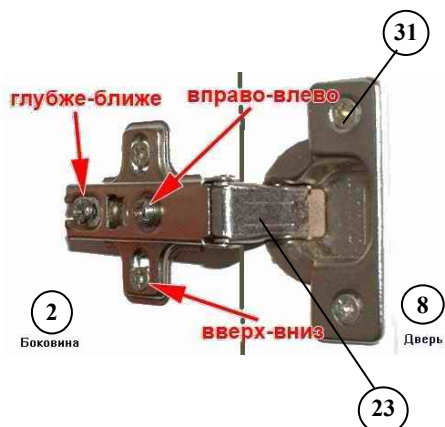

Рис.3 Крепление и регулировка распашного фасада
1. Прикрепить к боковинам (1, 2) подпятники (16) гвоздями на расстоянии 30-40 мм от края щита.
2. Собрать корпус шкафа по рисунку 1 при помощи винтов-конфирматов (15).
3. Соединить две задние стенки (11) и (13) профилем (12). При креплении задних стенок выверить прямоугольность корпуса шкафа (равные диагонали). Закрепить задние стенки (11 и 13) к корпусу шкафа согласно рисунку 2.
5. Установить в засверленные гнезда на внутренней поверхности дверей (8,10) накладные петли (20) и ответную планку петли на боковую стенку по разметке и закрепить их саморезами 4x16.
- Установить и отрегулировать двери при помощи регулировочных винтов (рисунок 3).
6. Вставить полкодержатели (17) в отверстия на боковине левой (1) и перегородке (3).
7. Прикрепить к боковине правой (2) и перегородке (3) штангодержатели овал хром (18) саморезами 3,5*12.
8. Прикрепить цоколь (7) к боковинам (1,2) с помощью винтов-конфирматов (15)
9. Соединить боковины (1,2) с вертикальной (14) панелью с помощью винтов-конфирматов (15)
10. Приклеить заглушки самоклеющиеся. Установить штанги (5) в штангодержатели (18).
11. Установить полки съемные (6) на полкодержатели (17).
12. При желании добавить несковозные присадки на вертикальной (14) панели для крепления к стене или кровати.